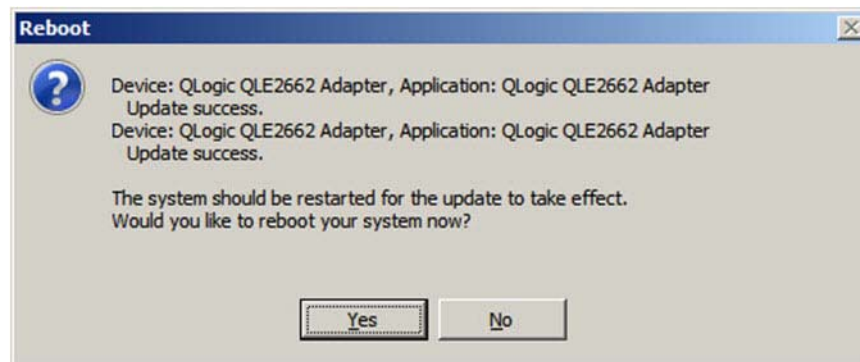

Abbildung 3-4. Ergebnis der Installation
3. Nach Abschluss des Vorgangs zeigt das Installationsprogramm das Ergebnis der Installation an (Abbildung 3-4). Klicken Sie auf **Yes** (Ja), um einen Neustart durchzuführen.